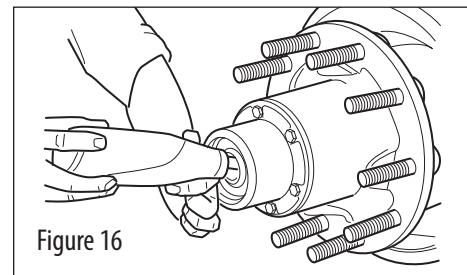

Figure 16
1. Pour les moyeux directionnels, remplir le moyeu d'huile par le couvre-moyeu. Il peut être nécessaire d'ajouter du lubrifiant plus d'une fois pour remplir adéquatement le moyeu (voir figure 16).